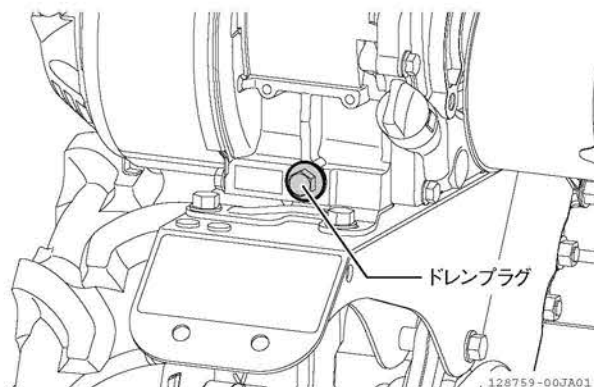

図 4-27 交換のしかた
2. ドレンプラグを外します。古いオイルが流れ出てきます。(図 4-27)